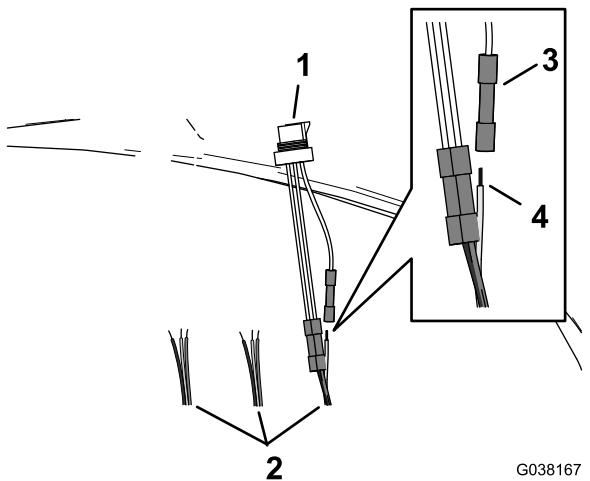

图34
2. 将 DIN 线束的导线插入 3 针适配器的对接接头 图34。